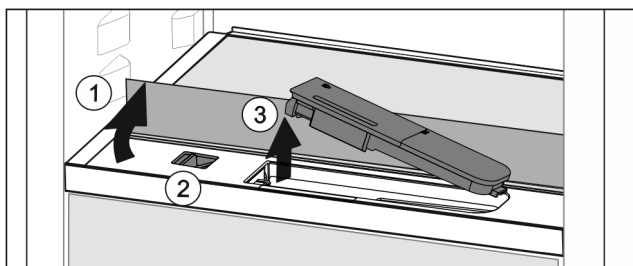

Fig. 120
- Sollevare il ripiano di vetro e ribaltarlo all'indietro fino all'arresto Fig. 120 (1).
- Spostare il cursore Fig. 120 (2) a sinistra.
- Rimuovere il serbatoio dell'acqua Fig. 120 (3).